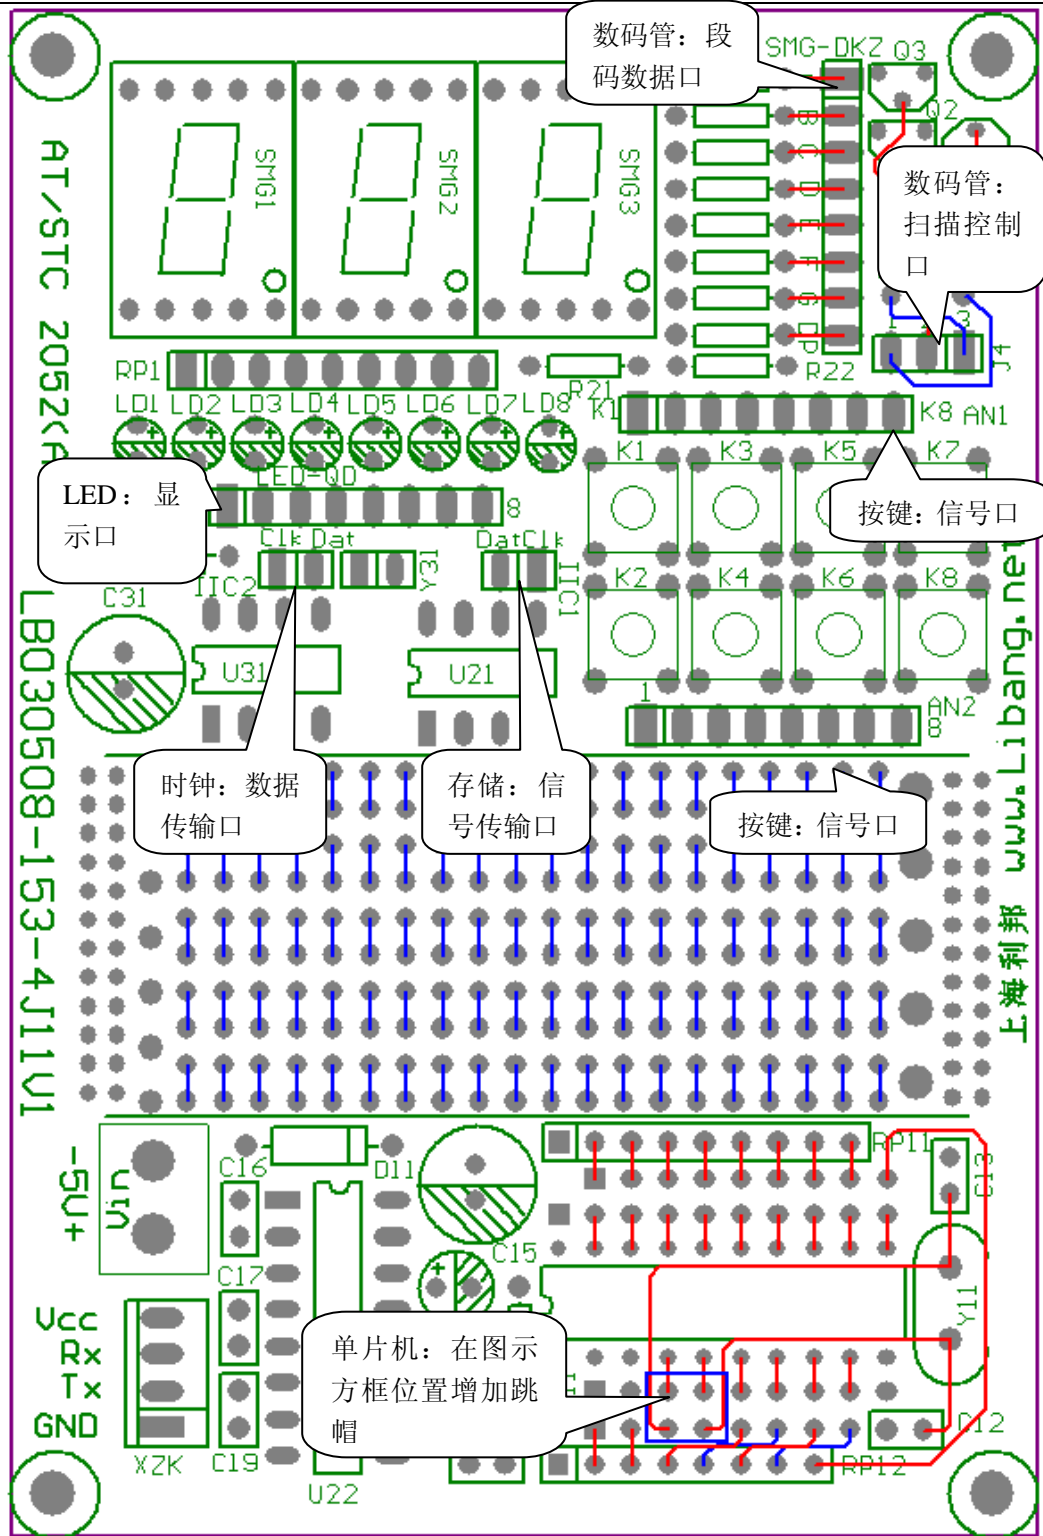

图 6
- 3.1 如图 6 所示单片机区域，纵向加两个跳帽，为芯片连接上 11.0592MHz 的晶振；
- 3.2 如图 6 所示时钟区域，左边为“clock”口，右边为“Data”口；
- 3.3 如图 6 所示存储区域，左边为数据传输口，右边为时钟传输口；
- 3.4 如图 6 所示 LED 区域，可直接连接芯片输出，低电平点亮；
- 3.5 如图 6 所示按键区域，一端连接芯片输出，另一端连接高电平或高电平；
- 3.6 如图 6 所示数码管区域，段码数据口控制数码管显示数值，扫描口控制数码管的点亮与熄灭。